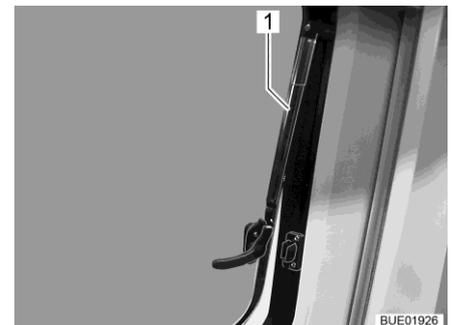

Bild 20 Ausstellfenster mit Automatik-Ausstellern, geöffnet
- Ausstellfenster bis zur gewünschten Stellung öffnen. Ausstellfenster mit Automatik-Aussteller (Bild 20,1) selbstständig einrasten lassen.